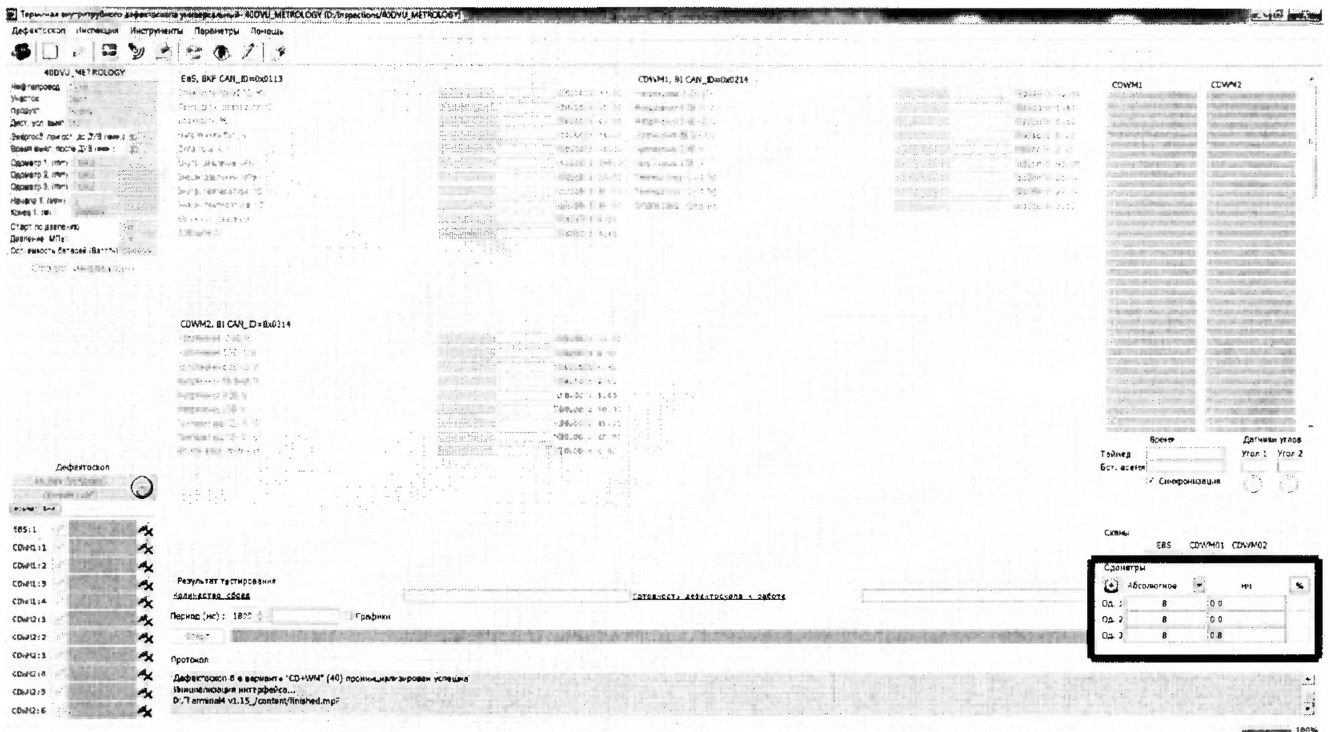

Рисунок 12 – Текущее показание пройденной дистанции колесом одометра.
8.4.1.16 В открывшемся окне в области «Одометры» прочитайте текущее показание пройденной дистанции (Рисунок 12).